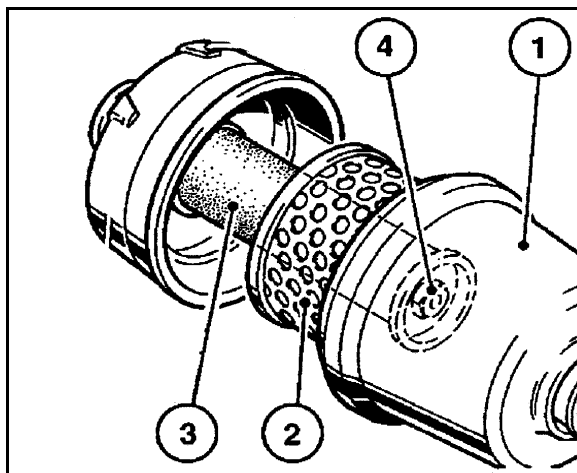

Bild 146
1. Lossa vingmuttern på filterkåpan (Bild 146/1).
2. Ta bort filterkåpan och dra ut filterelementet (Bild 146/2).
6. Byt det inre filterelementet (Bild 146/3) årligen (rengör aldrig).
- o Lossa sexkantsmuttern (Bild 146/4) och ta ut filterelementet.